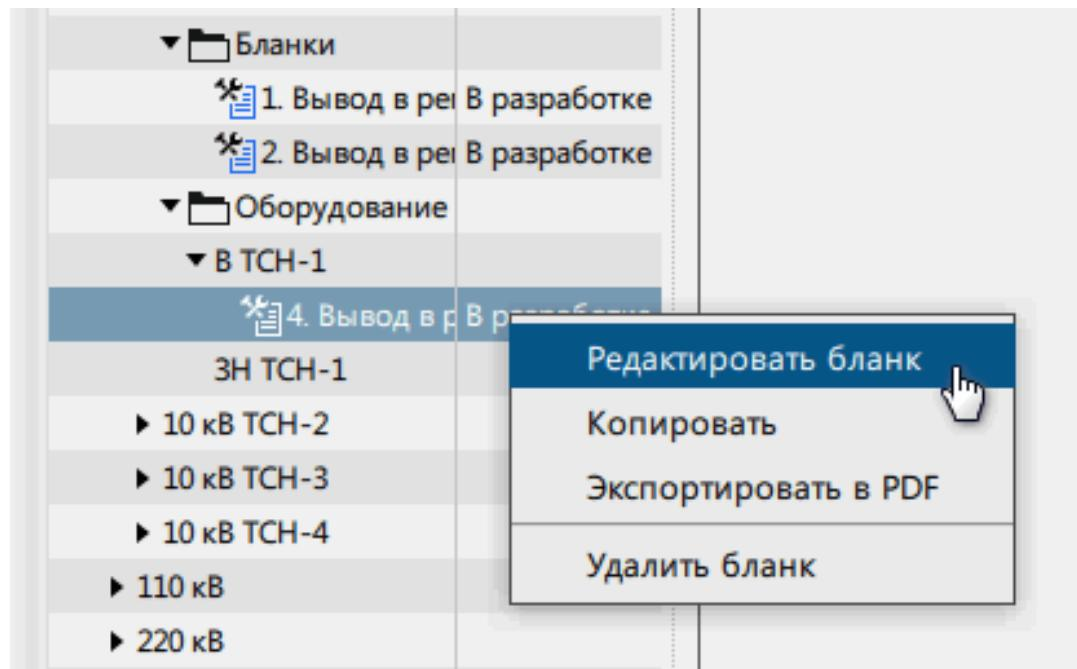

Рисунок 127 - Редактировать бланк
4. Нажмите по созданному бланку **ПКМ** и выберите команду **Редактировать бланк** (Рисунок 127). Статус бланка перейдет в состояние «Редактируется».